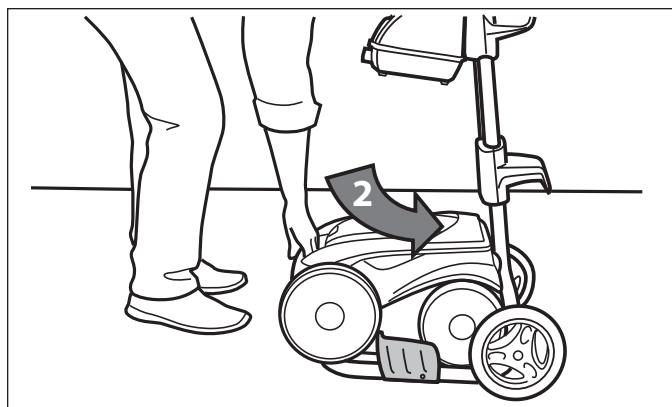

Figure 29. Installer correctement le nettoyeur sur le chariot
2. Remettre l'appareil en place en le roulant sur le chariot. Se référer à la Figure 29.